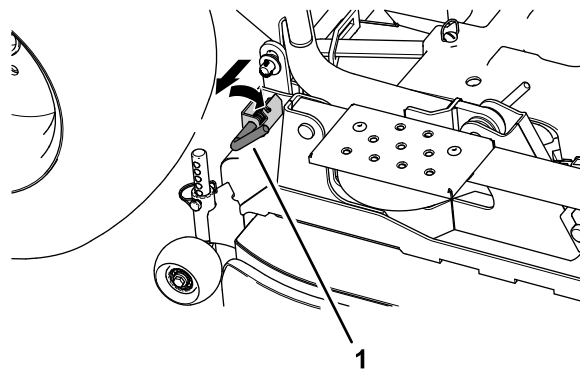

Рисунок 113
- Перед опусканием деки вытяните и поверните задние соединительные пальцы на обеих сторонах деки газонокосилки (Рисунок 113).
13. Поверните задние соединительные пальцы, чтобы ввести в зацепление задние подъемные серьги деки газонокосилки; см. Рисунок 113 в разделе Демонтаж деки газонокосилки \(страница 84\).